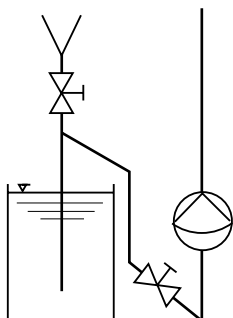
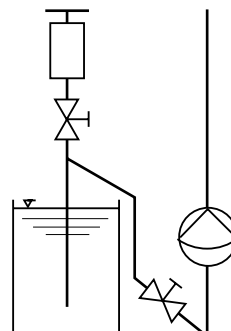

Abb. 8
Abb. 9
- ▶ Befüllereinrichtung (Abb. 8) oder Hebergefäß (Abb. 9) für die Heberleitung (Saugleitung) installieren.